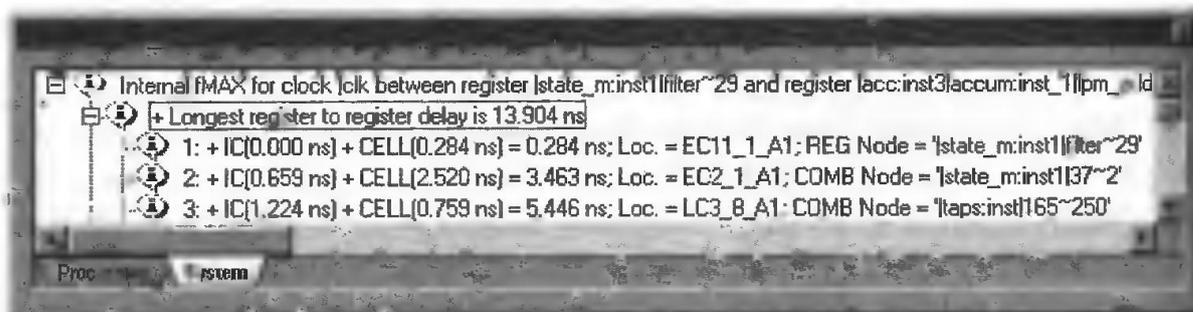

Рис. 3.52
5. Чтобы растянуть сообщение о максимальной задержке "регистр-регистр", щелкните по символу "+". Для вычисления отображенной в этом окне задержки на всем пути распространения сигнала используются средние приращения времени задержки. На следующем рисунке показан пример типовых сообщений о задержках. Значения для конкретной ситуации могут существенно отличаться от показанных (рис. 3.52).